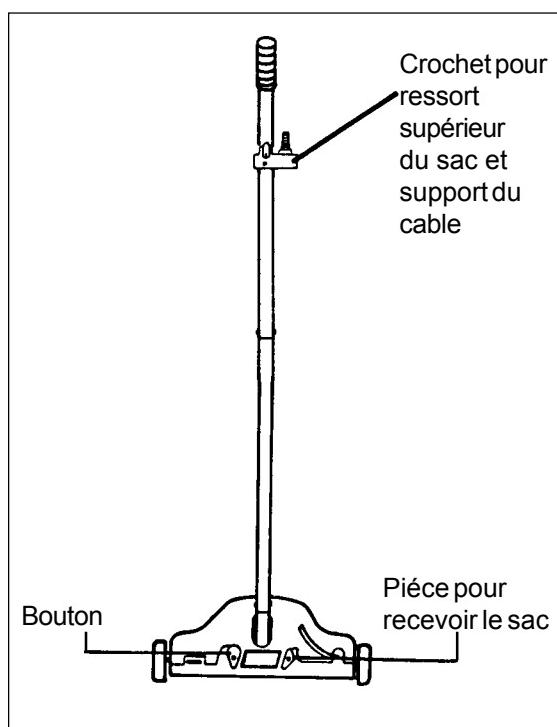

Fig. 9
5. Installer le sac à la balayeuse verticale. Faire glisser le support inférieur du sac dans les rainures du renfort du sac en le déplaçant vers la droite. Pousser le support du sac vers l'entrée de l'air de la balayeuse et tourner le bouton pour l'assurer. Placer le ressort supérieur au crochet (voir fig. 9).